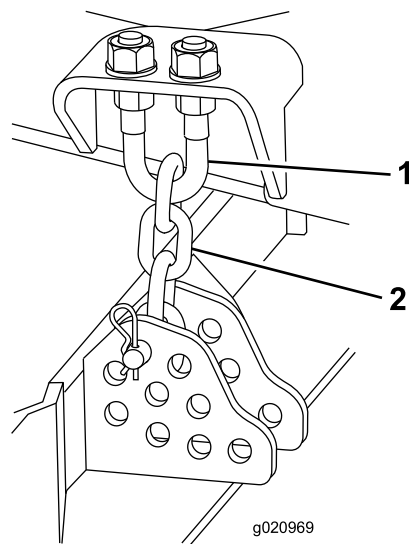

Figura 104
3. Retire o perno de gancho e passador de forquilha que fixam as correntes da altura de corte à traseira da unidade de corte (Figura 104).